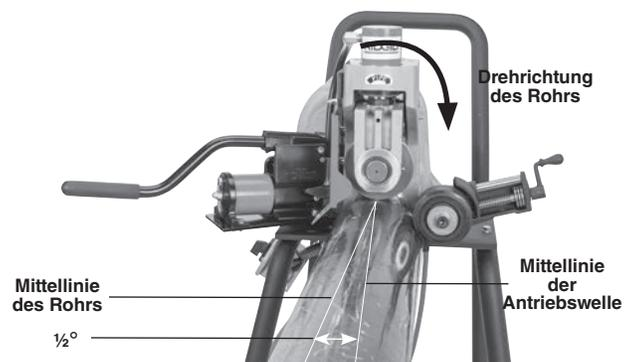

Abbildung 13 – Versetzen des Rohrs um ½°, (übertriebene Darstellung)
- Versetzen Sie Rohr und Rohrständer etwa ½ Grad (etwa 1 Zoll auf 10 Fuß vom Rollnutgerät) zum Bediener hin. Die korrekte Ausrichtung des Rohrs und des Rollnutgeräts hilft, die richtige Nachführung des Rohrs während des Nutens sicherzustellen (*siehe Abbildung 13*). Dies ist der richtige Versatz für das Nuten und funktioniert mit dem Stabilisator.